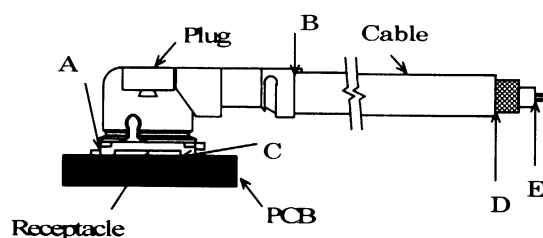

Fig.1
(1) Contact Resistance / 接触抵抗
A. Testing: Solder the receptacle connector to the test board and mate the plug connector together, then measure the contact resistance as shown in Fig.1 by the four terminal method. Apply the low level condition in accordance with MIL-STD-202, Method 307.
A. 試験法: テスト基板にリセプタクルコネクタを半田付けし、プラグコネクタと嵌合させ、Fig. 1のように4端子法にて下記の条件で測定する。 MIL-STD-202 試験法 307 に準拠。